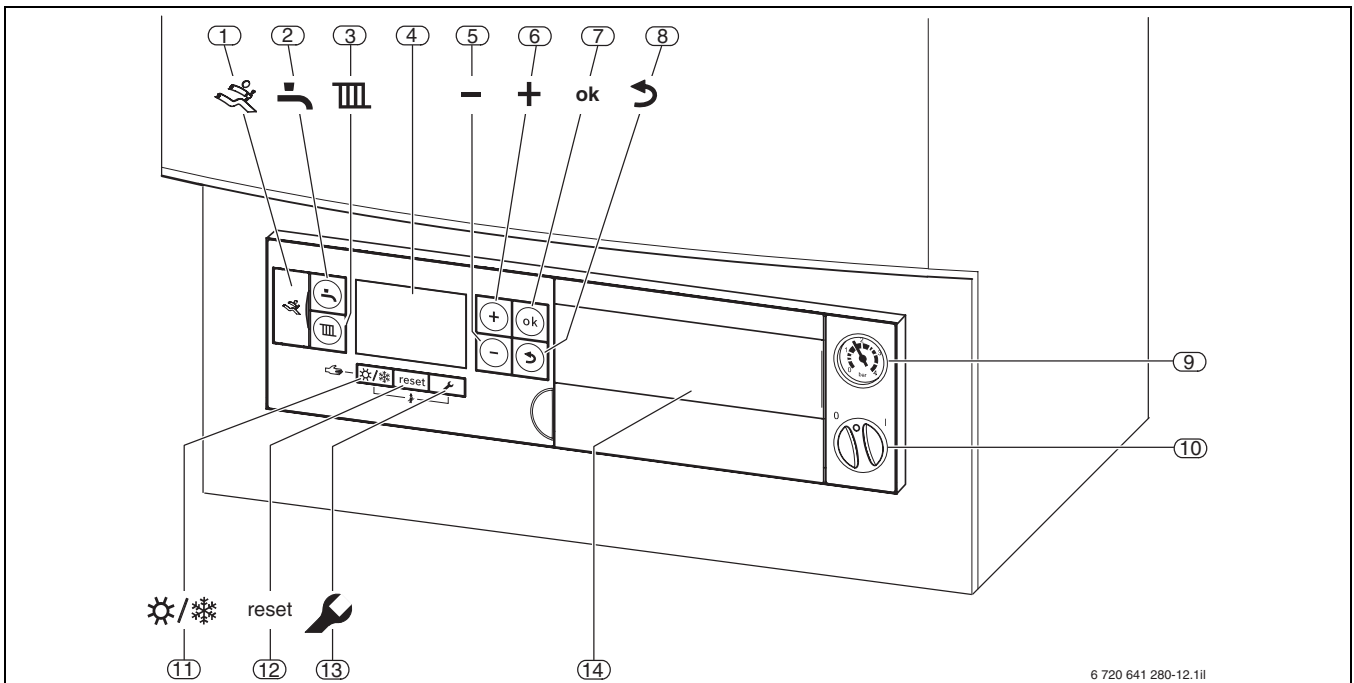

Fig. 49 Indicazioni ed elementi di comando del dispositivo di controllo di base Logamatic BC25
- Accensione e spegnimento della caldaia e di tutti i moduli collegati mediante un interruttore di accensione/spegnimento (→ fig. 49, pos. 11)
- Tasto di commutazione «Esercizio estivo/invernale» (→ fig. 49, pos. 12)